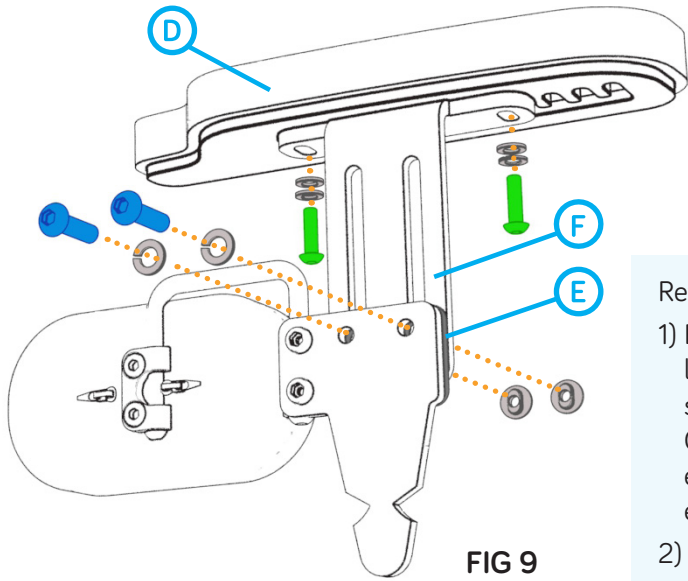

FIG 9
- 1) Extraiga los tornillos (FIG. 9) que sujetan el freno de la altura de los apoyabrazos (F) con las arandelas, tuercas en T y bloque separador de plástico (E) y déjelos a un lado para su reinstalación. Gire este freno y el apoyabrazos 180° y vuelva a colocar el bloque espaciador con los sujetadores en el orden en el que fueron extraídos.